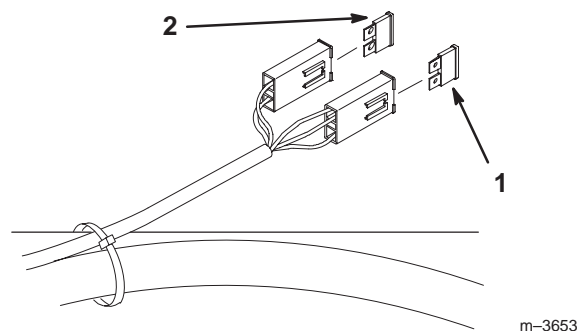

Figure 59
1. Soulevez le siège pour accéder au porte-fusibles (Fig. 59).
2. Pour remplacer un fusible, tirez dessus pour l'enlever (Fig. 59).